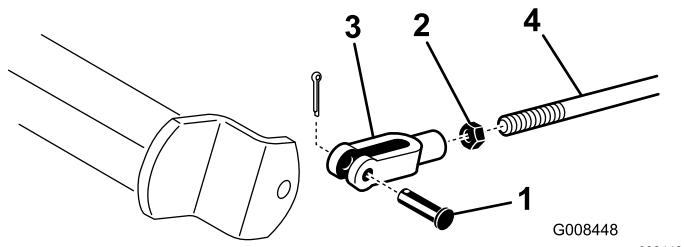

Figura 44
- A. Scollegate le aste dei freni rimuovendo la coppiglia e il perno del cavallotto (Figura 44).
- B. Allentate il controdado e regolate il cavallotto come opportuno (Figura 44).
- C. Montate il cavallotto sull'albero del freno (Figura 44).